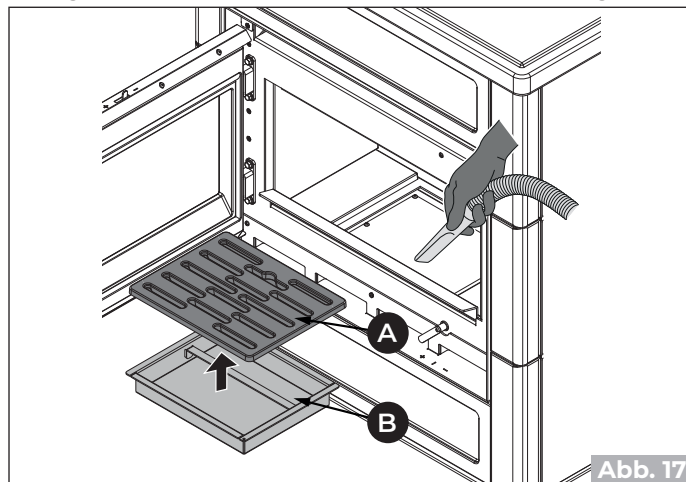

Abb. 17
- 1) Das Gitter sorgfältig reinigen (**A**) (**Abb. 17**). Das Rost herausnehmen und mit einem kleinen Besen (nicht mit geliefert) die Verbrennungsrückstände von der Feuerstätte in die Aschelade fegen.
- 2) Ziehen Sie die Aschelade (**B**) aus dem Sockel und saugen Sie die in den Fächern darunter angesammelte Asche auf (**Abb. 17**).